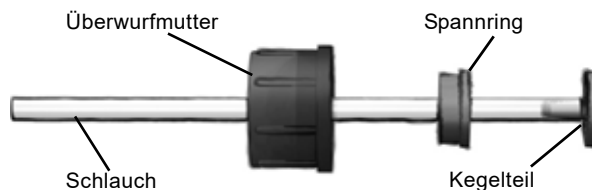

Abb. 2 Anschluss des Einlass-Schlauchs
- Schieben Sie das Kegelteil vollständig in den Schlauch, siehe Abb. 2.